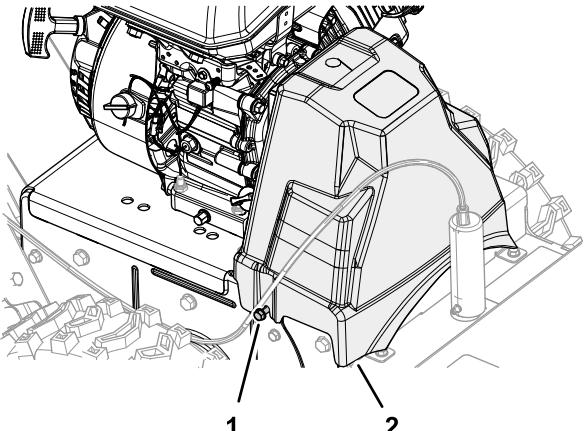

Figura 42
1. Allentate le 2 viti a testa flangiata che fissano il copricinghia alla macchina (Figura 42).